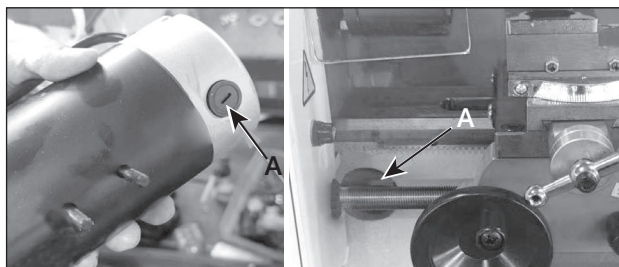

Рисунок 20.
- ослабьте крепления щеткодержателей **A** (рис. 20) и осторожно снимите щетки;